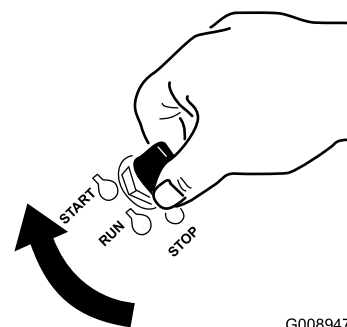

Figura 17
1. Girate la chiave di accensione in posizione di avvio (Figura 17). Rilasciatela quando il motore si accende.
7. Girate la chiave di accensione in posizione di avvio (Figura 17). Rilasciatela quando il motore si accende.